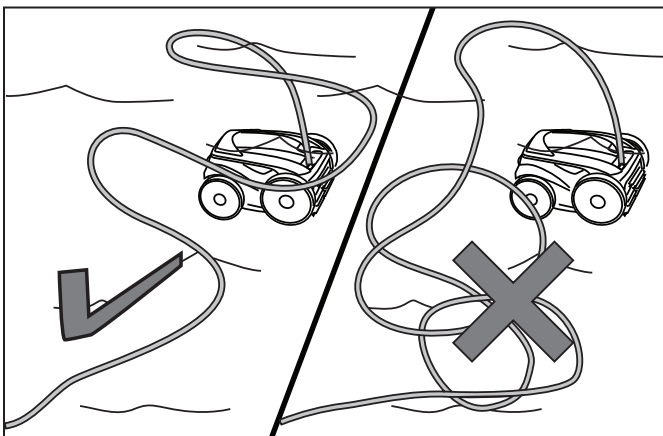

Figura 15. Distribuya el cable flotante sobre la piscina
3. Distribuya el cable flotante por la piscina, asegurándose de que no tenga nudos o esté enroscado (Figura 15).